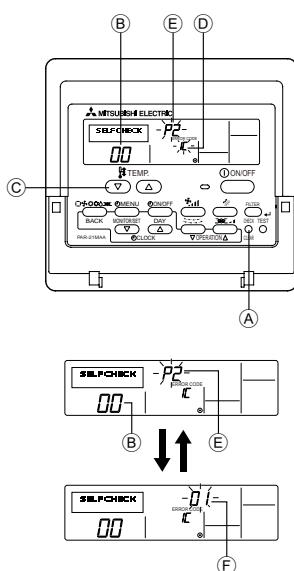

Рис. 7-3
7.3.1. Для проводного пульта дистанционного управления (Рис. 7-3)
- ① Включите питание.
- ② Дважды нажмите кнопку [CHECK].
- ③ С помощью кнопок [TEMP] установите адрес системы охлаждения (если используется системный пульт управления).
- ④ Нажмите кнопку [ON/OFF] для прекращения самопроверки.